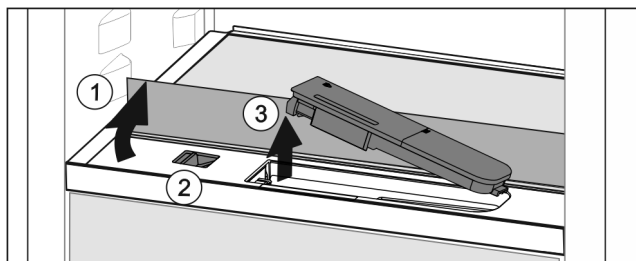

Fig. 164
- ▶ Skleněnou desku nadzvedněte a zaklapněte dozadu až na doraz Fig. 164 (1).
- ▶ Posuvník Fig. 164 (2) posuňte doleva.
- ▶ Vyměňte nádržku na vodu Fig. 164 (3).